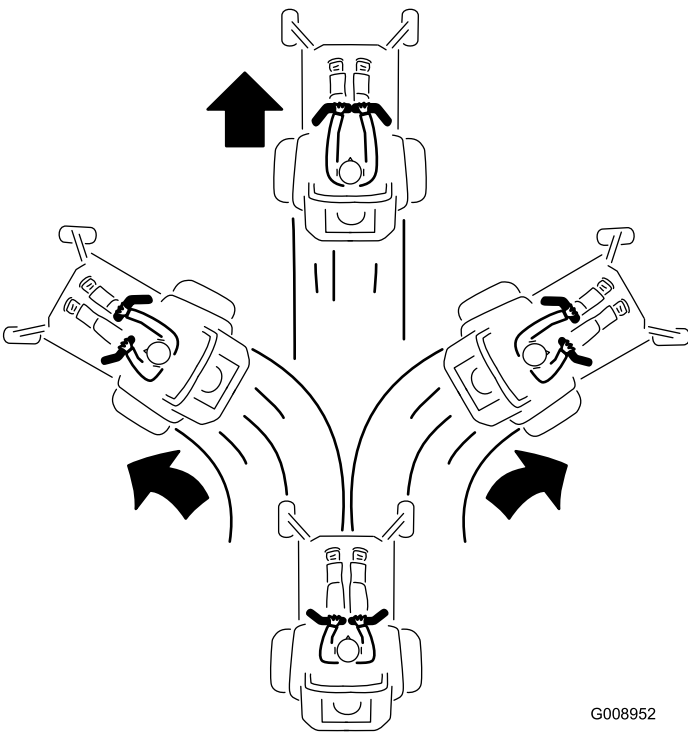

Figura 25
3. Per fare marcia avanti spingete lentamente in avanti le leve di controllo del movimento (Figura 25).